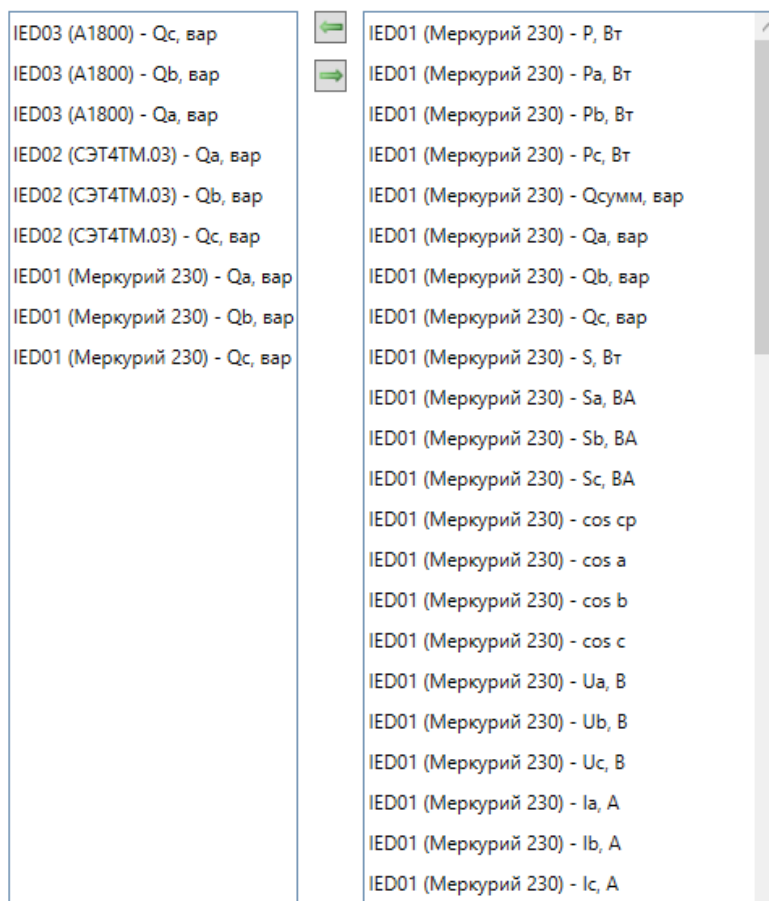

Рисунок 4.28
- Список параметров – окно с перечнем всех доступных параметров для суммирования (справа), с помощью стрелок осуществляется добавление/удаление параметров в левое окно (см. рис. 4.28).